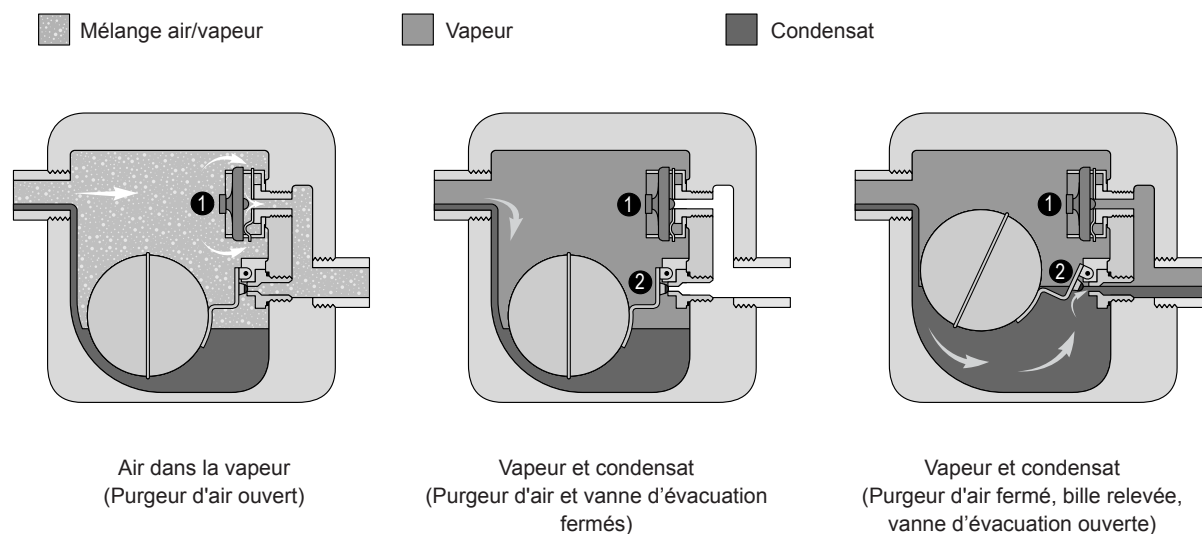

Fig. 19 : Fonctionnement du purgeur de vapeur à flotteur sphérique
S'il y a de l'air dans la vapeur, la température de la vapeur saturée ne sera pas atteinte à la pression correspondante et le purgeur d'air thermique (1) s'ouvrira (voir Fig. 19, à gauche). Dès que l'air s'échappe du purgeur à flotteur sphérique, la température de la vapeur saturée augmente et le purgeur d'air thermique se ferme (voir Fig. 19, au milieu).
Le condensat formé par l'unité de vanne est recueilli dans le boîtier du flotteur. S'il n'y a pas ou s'il y a peu de condensat dans le boîtier du flotteur, la vanne d'évacuation (2) est fermée et reliée au flotteur sphérique par un levier (voir Fig. 19, au milieu). Lorsque le niveau de condensat augmente, le flotteur sphérique se soulève et ouvre la vanne d'évacuation via le levier, et le condensat s'écoule (voir Fig. 19, à droite).